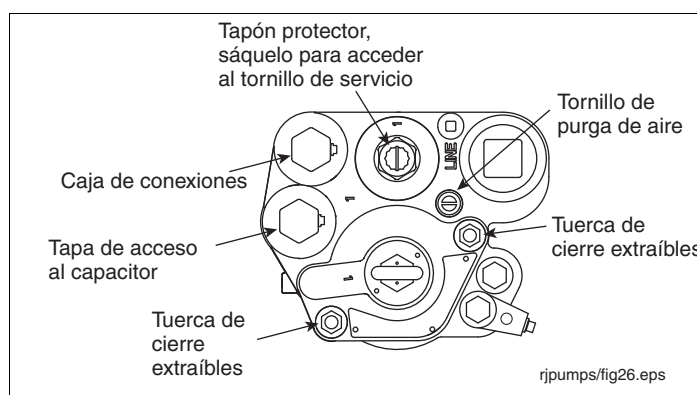

Figura 29. Tuercas de cierre extraíbles
2. Saque las dos tuercas de cierre extraíbles (vea la Figura 29). Los resortes en los pernos de cierre entre la brida de la unidad extraíble y el colector empujarán a la unidad extraíble hacia arriba. Esto provocará que se rompan los sellados.
12. Gire el tornillo de la purga de aire 2 o 3 vueltas hacia la izquierda (vea la Figura 29).